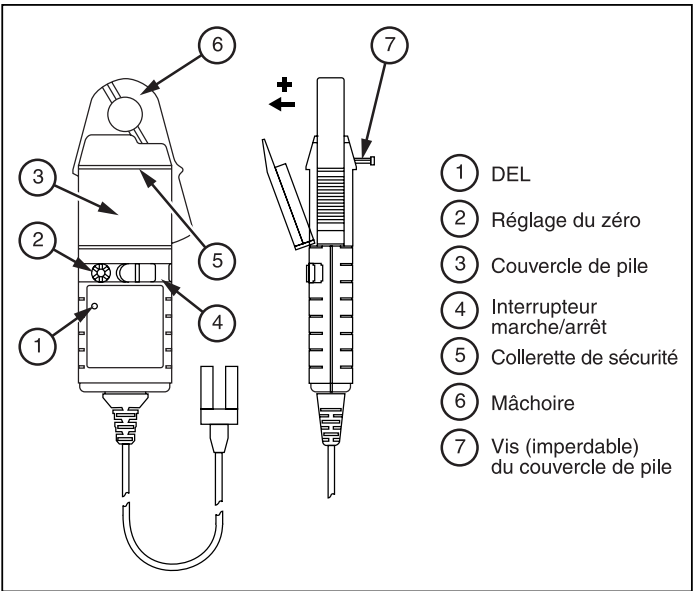

Figure 1. Pince ampèremétrique i310s AC/DC
Pour éviter les blessures, maintenir les doigts derrière la collerette de protection pendant l'utilisation de l'appareil conformément à la figure 1.
Le témoin rouge clignote à l'approche de la tension d'utilisation minimale. Reportez-vous à figure 1. Appliquez la procédure suivante :
2. Desserrez la vis de fixation imperdable du couvercle de pile. Soulevez le couvercle à 30° et séparez-le du corps de la pince conformément à la figure 1.